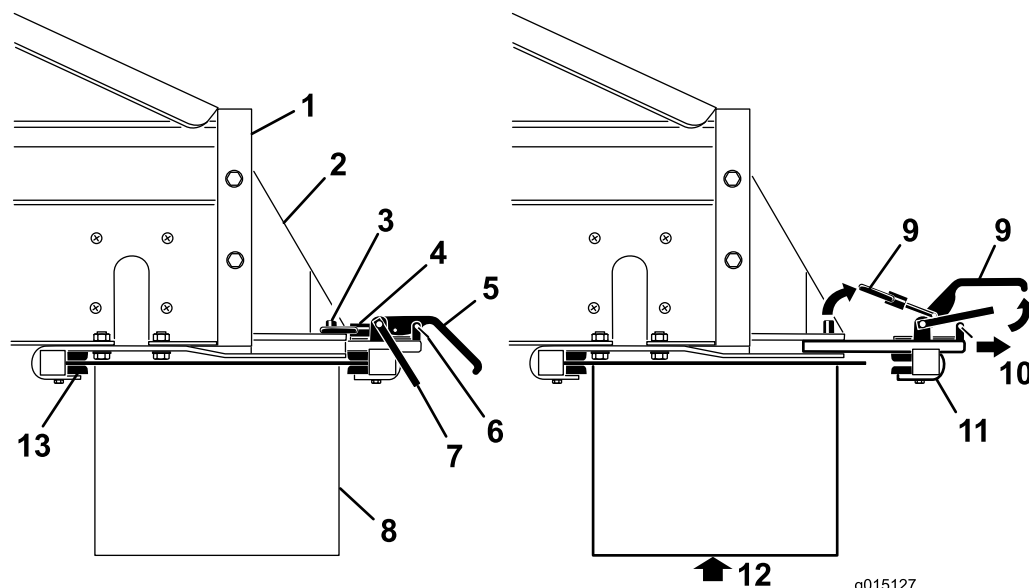

Figura 29
2. Levante o trinco de segurança, depois levante as pegas da barra de ligação do acessório e liberte os anéis de bloqueio dos pinos de bloqueio (Figura 29).
3. Deslize a traseira do conjunto de ligação do acessório para fora das ranhuras de ligação rápida (Figura 29).
4. Com ajuda, insira a borda frontal do rotor duplo por cima e por baixo da traseira da MH-400 para a frente dos grampos nos suportes (Figura 29).
5. Apoiando o rotor duplo, deslize a traseira do conjunto de ligação do acessório para as ranhuras nos suportes, e por cima da parte de trás (Figura 29).
7. Volte a instalar os cliques do fecho de segurança nas pegas da barra de ligação (Figura 29).
1. Retire os cliques do fecho de segurança das pegas da barra de ligação (Figura 29).